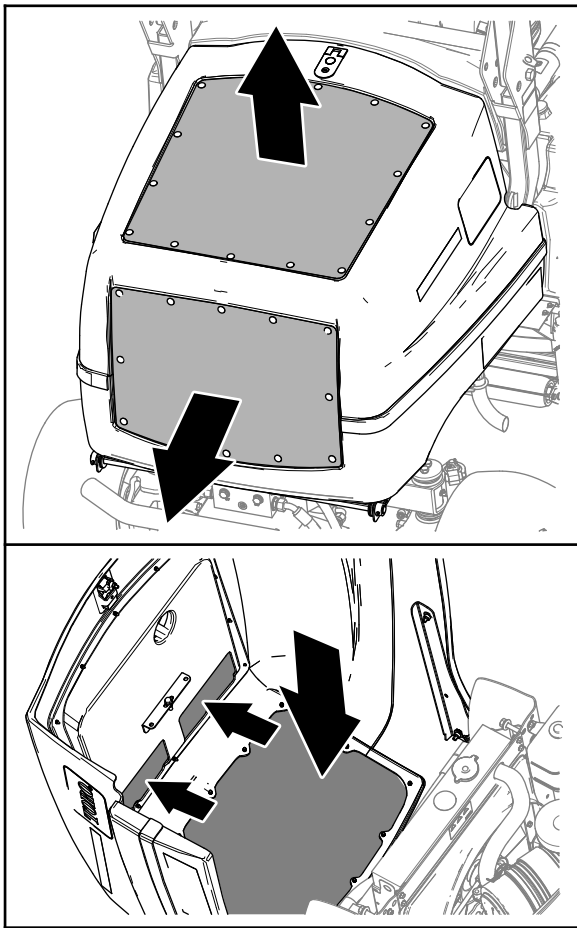

Bild 77
2. Reinigen Sie die Außenseiten der Gitter in der Motorhaube (Bild 77).
3. Entriegeln und öffnen Sie die Motorhaube (Bild 77).
4. Reinigen Sie die Innenseite der Gitter in der Motorhaube mit Druckluft (Bild 77).